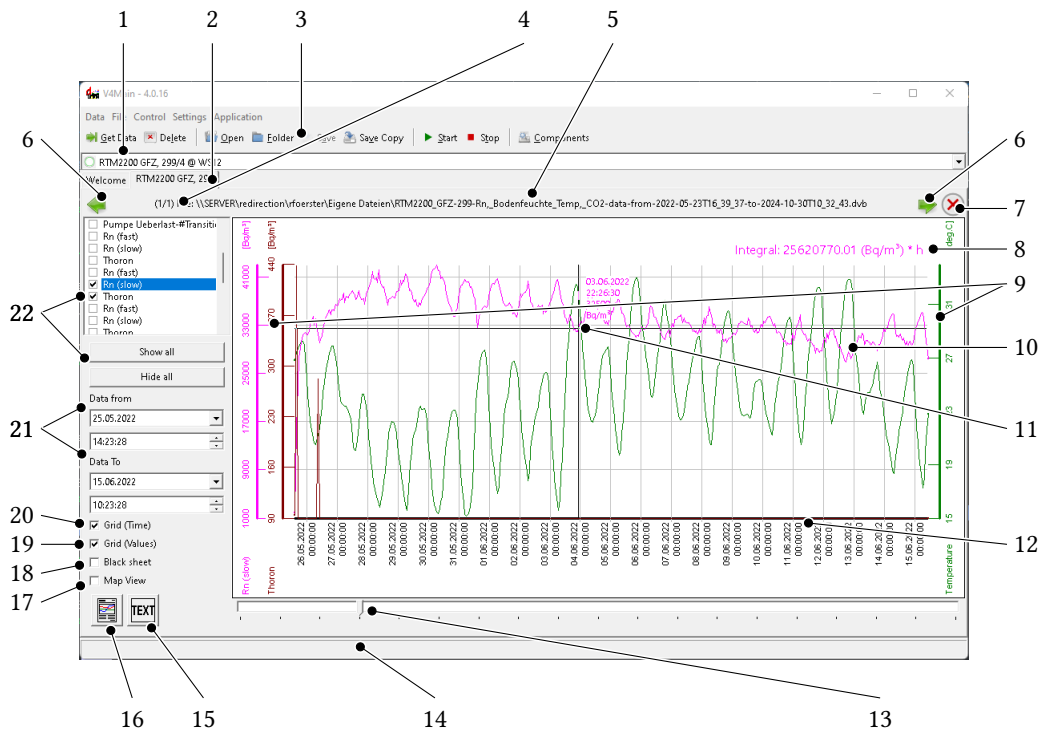

Abbildung 3.1: Bedien- und Anzeigeelemente im Hauptfenster
Abbildung 3.1 zeigt das Hauptfenster von *dVISION 4* mit den folgenden Bedien- und Anzeigeelementen:
In jedem Fall sorgt der *SARAD Registration Server Service* dafür, dass die Auswahlliste der verbundenen Geräte (1 in Abb. 3.1) automatisch aktuell gehalten wird. Sollte dies bei direkt über RS-232 angeschlossenen Geräten einmal nicht der Fall sein, dann können Sie aus dem kontextsensitiven Menü der Auswahlliste `Scan for local devices` auswählen und so den *SARAD Registration Server Service* anweisen, alle verfügbaren lokalen Schnittstellen nach angeschlossenen SARAD-Geräten zu durchsuchen. Das kontextsensitive Menü öffnet sich nach einem Rechtsklick in der Auswahlliste (vgl. Abb. 4.5).
dVISION 4 gestattet nur die folgenden elementaren Operationen, die den Zustand des Messinstruments ändern (vgl. 3 in Abb. 3.1):
In Abbildung 3.1 sind mit der 22 alle Bedienelemente markiert, die zur Auswahl der im Diagramm anzuzeigenden Parameter dienen. Die Listbox oben enthält alle vom Gerät generierten Datenreihen. Um eine Datenreihe im Diagramm darzustellen bzw. zu verbergen, muss das Häkchen in der Check-Box vor dem Namen der Datenreihe gesetzt bzw. gelöscht werden. Die beiden Schaltflächen darunter erleichtern dies, insbesondere dann, wenn die Liste der Messparameter sehr lang ist.
Voraussetzung für die Anzeige ist, dass für den Anzeigezeitraum (21 in Abb. 3.1) Daten dieser Messreihe verfügbar sind.
Mit einem einfachen Klick auf den Namen einer Datenreihe in der Liste wird diese für die Cursor- bzw. Exportfunktion selektiert (dunkel hinterlegt). Am Fadenkreuz des Cursors (11 in Abb. 3.1) erscheinen dann die Werte der gewählten Messreihe. Diese beziehen sich in beiden Achsen stets auf die Cursorposition unabhängig von der Messreihe. Das Gitternetz wird ebenfalls an der Y-Achse der gewählten Messreihe ausgerichtet.
In der untersten Zeile links kann die Berechnung des Integrals unter dem im aktuellen Diagramm sichtbaren Bereich der Kurve gefordert werden, das in Abbildung 3.1 an der mit 8 markierten Position dargestellt wird.
Zoom Out der Zeitachse	Rechtsklick auf 21 in Abb. 3.1, dann <input type="button" value="All data..."/>
Festlegen der Zeitachse	Editieren der Felder in 21 in Abb. 3.1
Die Messdateien bzw. die vom Messinstrument heruntergeladenen und noch nicht gespeicherten Messdaten werden von *dVISION 4* nach Messinstrument geordnet in einzelnen Reitern abgelegt (Markierung 2 in Abb. 3.1). In jedem Reiter können mehrere Messdateien geöffnet sein, zwischen denen Sie mit den  -Schaltflächen (6 in Abb. 3.1) wechseln können. Die Statuszeile zwischen diesen Schaltflächen zeigt den Dateinamen (Markierung 5) und davor die laufende Nummer (4) der geöffneten Datei an.
Mit der Schaltfläche  (Markierung 16 in Abb. 3.1) kann das Diagramm in der aktuell angezeigten Form gedruckt werden.
Mit einem Klick in die weiße Fläche unterhalb bzw. oberhalb des Diagramms können Sie dieses vorher noch um einen Titel bzw. eine Bildunterschrift ergänzen und mit den Schaltern 19 und 20 (Abb. 3.1) das Gitternetz anpassen.
Das Setzen des Häkchens in der Auswahlbox *Map View* (17 in Abb. 3.1) aktiviert ein zusätzliches Fenster mit der Darstellung des aktuell ausgewählten Parameters vor einem Kartenhintergrund. Diese Funktion setzt voraus, dass die Messdaten mit einem Gerät mit GPS-Funktionalität aufgezeichnet wurden.